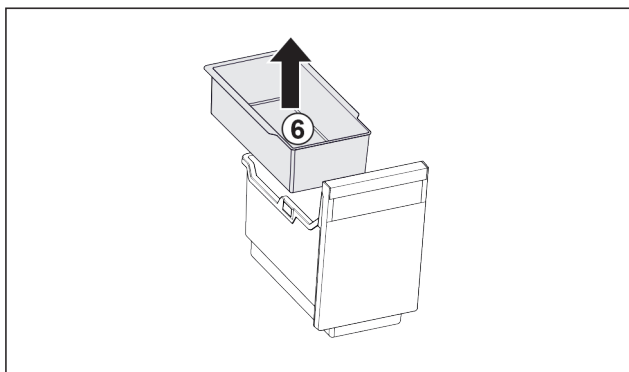

Fig. 81
- Einhängeschale Fig. 81 (6) entnehmen.